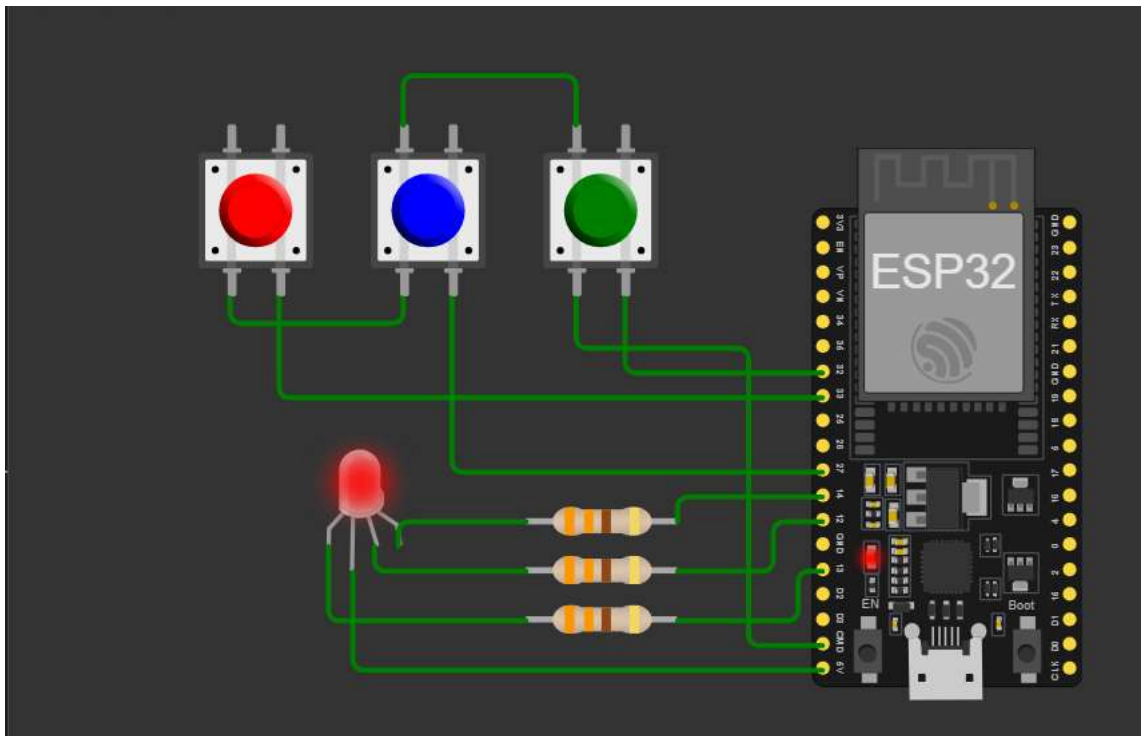

Рисунок 2.2 – Результат моделювання за натискання червоної кнопки
3. Досліджуємо результати роботи нашого коду та схеми. У цій лабораторній роботі ми досліджуватимемо принцип роботи трьох кнопок, підключених до ESP32, для керування RGB-світлодіодом зі спільним анодом. Кожна кнопка відповідає за окремий колір: червоний, зелений або синій. За натискання кнопки відповідний світлодіодний канал перемикається між станами вмикання та вимикання. Ми спостерігатимемо зміни кольору світлодіода, що виникають внаслідок комбінацій натискань. Для індикації стану кожного каналу використовується серійний монітор. Таким чином, ми отримаємо уявлення про роботу цифрових входів та логіки перемикачів у мікроконтролерних системах. Результати наведено на рис. 2.2 – 2.5.